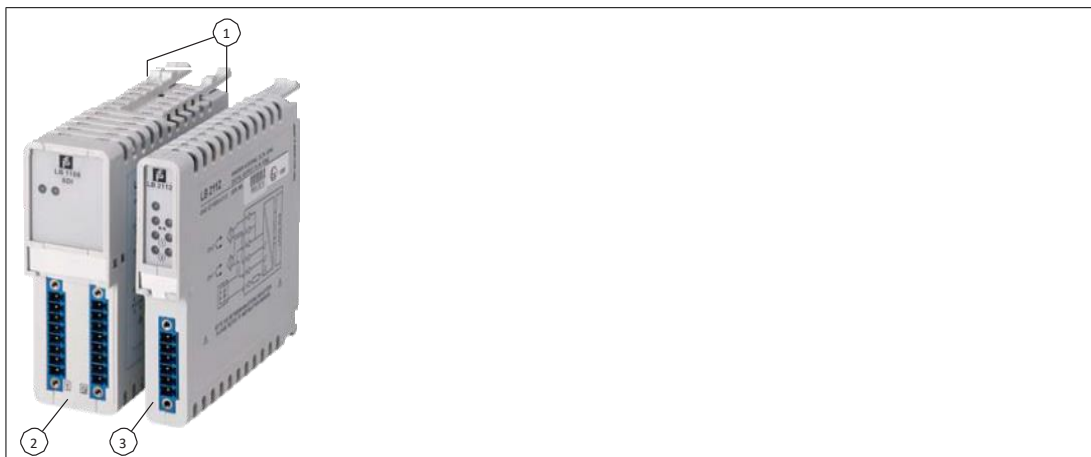

Рис. 2.11 Модули ввода / вывода с боковым направляющим пазом и без него
- Модули ввода / вывода поставляются с боковым направляющим пазом или без него (см. Рисунок 2.11 на стр. 24). Модули ввода / вывода с направляющим пазом совместимы со всеми распределительными платами LB. Модули ввода / вывода без направляющего паза совместимы только с сегментами распределительных плат LB9101 и LB9121. С августа 2002 года модули ввода / вывода выпускаются только с направляющим пазом (одинарной или двойной ширины).